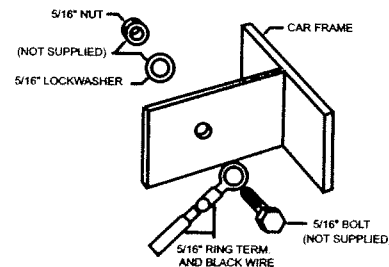

Figure 2
5. Reliez le fil noir au châssis métallique (poncez au papier de verre les deux faces du châssis métallique à l'endroit où vous allez fixer ce fil). Connectez ce fil fermement au châssis à l'aide d'un boulon, d'un écrou et d'une rondelle d'arrêt de 8mm comme illustré à la figure 2.